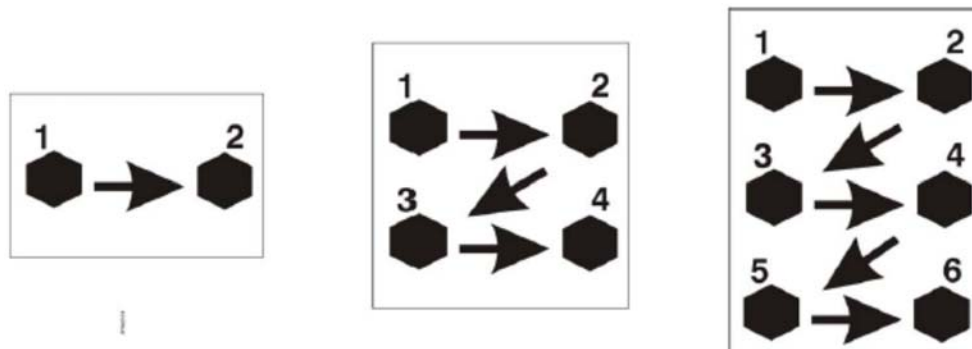

Figura 2-8: Sequenza di serraggio dei bulloni per il fissaggio blocchetti – pala.
6. Inserire l'anello di sicurezza (7) nell'apposita sede sull'albero della pala.
7. Serrare alternativamente i bulloni, con lo stesso incremento di coppia, rispettando la sequenza illustrata in Figura 2-8 fino a quando la tensione applicata è sufficiente a mantenere in posizione la pala, permettendone però la rotazione attorno al proprio asse longitudinale.
Di seguito, in Figura 2-8, è riportata la sequenza di serraggio dei bulloni di fissaggio sui blocchetti, a seconda del numero di bulloni presenti per ogni pala della girante.